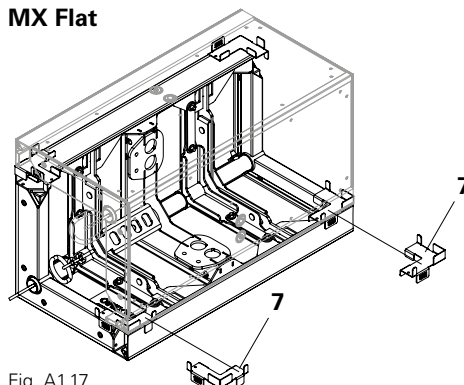

Fig. A1.17
- deux angles de cage. Poser les cales de gerbage (7) sur les angles en haut et en bas. (Fig. A1.17)